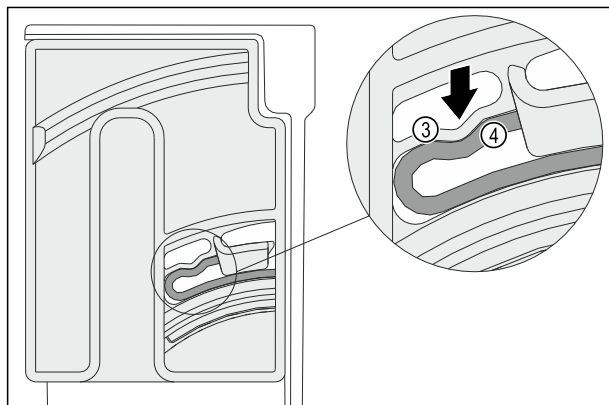

Fig. 101
- ▷ Elastični element Fig. 101 (3) vrtljive enote se slišno zaskoči v okroglo obliko rebra Fig. 101 (4).